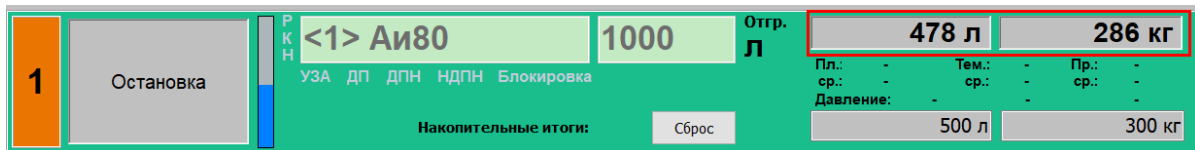

Рисунок 9. Поле отображения остатка дозы.
- **Поле отображения остатка дозы** – текстовое поле, в котором в процессе налива отображается остаток дозы в единицах заказа (рисунок 9);